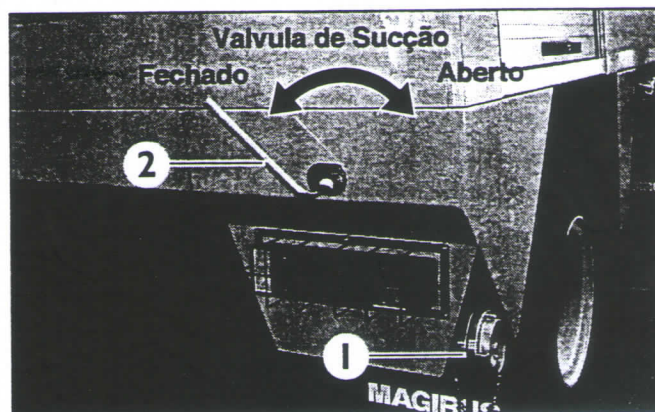

Fig. 40/I Entrada de sucção (à direita) e órgão obturador
- Conecte a mangueira de sucção a uma de ambas as entradas de sucção (Fig. 40/I, Pos. 1). No caso de ser necessário sugar um grande volume de líquido, tente utilizar se possível ambas as entradas de sucção (para evitar o perigo de cavitação).
- Na parte traseira do veículo, abra o órgão obturador da sucção de fonte externa (Fig. 40/I, Pos. 2) manualmente por meio da alavanca prevista para o efeito (guardada no compartimento direito traseiro), virando-a no sentido horário (vide placa informativa).
- Abra o órgão de obturação *Sucção externa* (Fig. 40/2, Pos. 1).